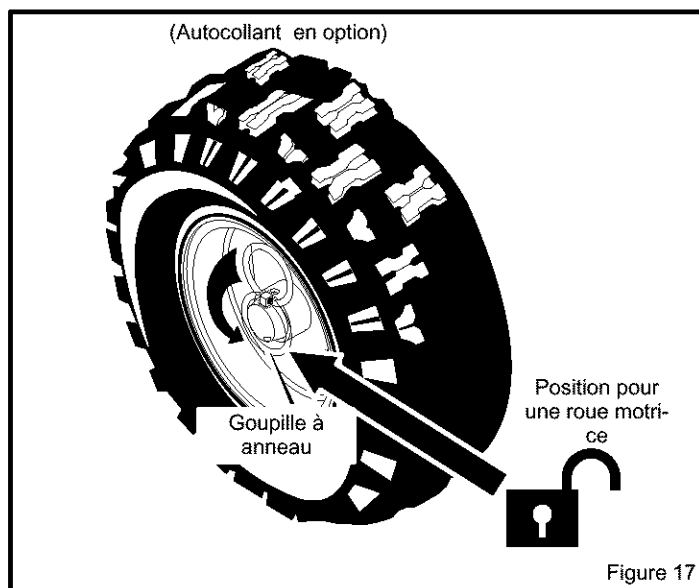

Figure 17
2. Pour augmenter la maniabilité dans de la neige légère, retirer la goupille de sa position de blocage et l'engager dans le trou pour une roue motrice (Figure 17). S'assurer que la goupille est dans la position correspondant à une seule roue motrice et non pas en position de blocage.